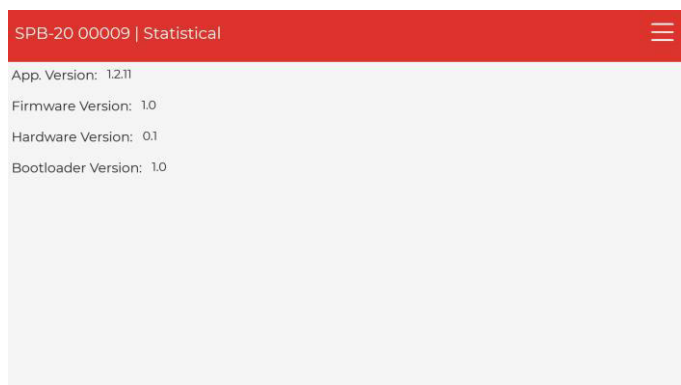

Fig.7 – Informazioni generali
- About → Visualizza le informazioni generali - *Fig.7*